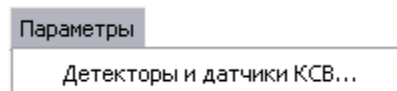

Рисунок 3 – Выбор характеристики головки детекторной или датчика КСВ
7.3.5 Выбрать характеристику головки детекторной общую для всех входов, загрузив ее с компакт-диска из состава поверяемого P2M-04A (рисунок 3).